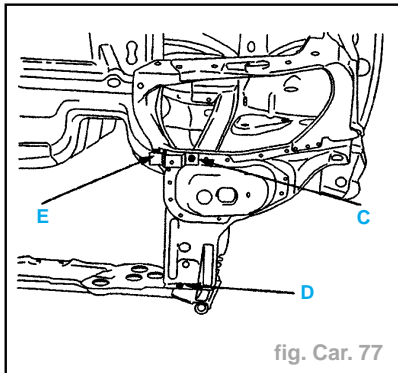

fig. Car. 77
- Souder par points électriques (suivant **C**), (fig. Car. 77).